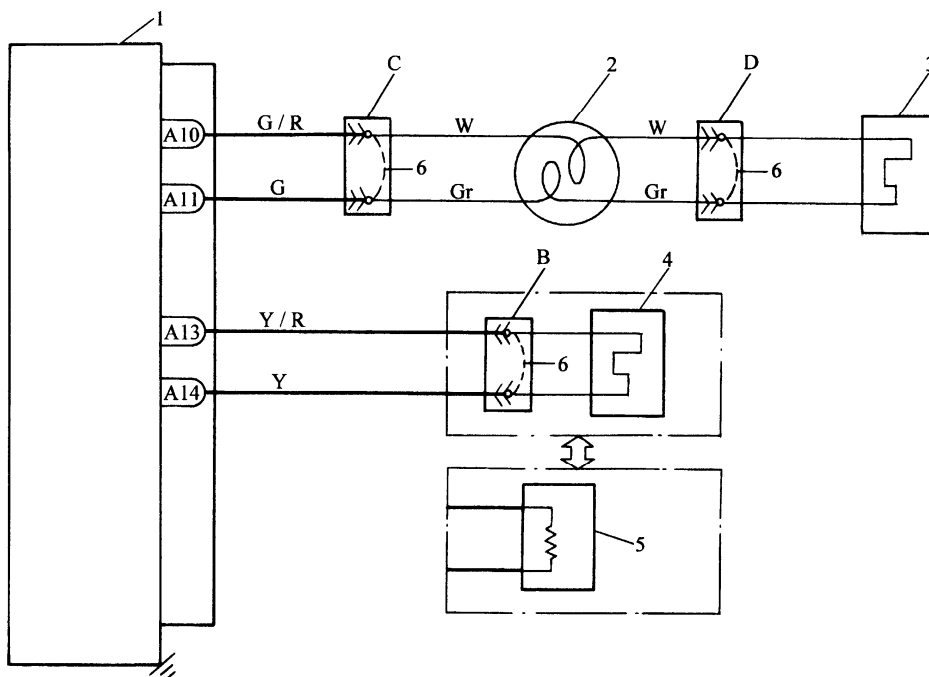
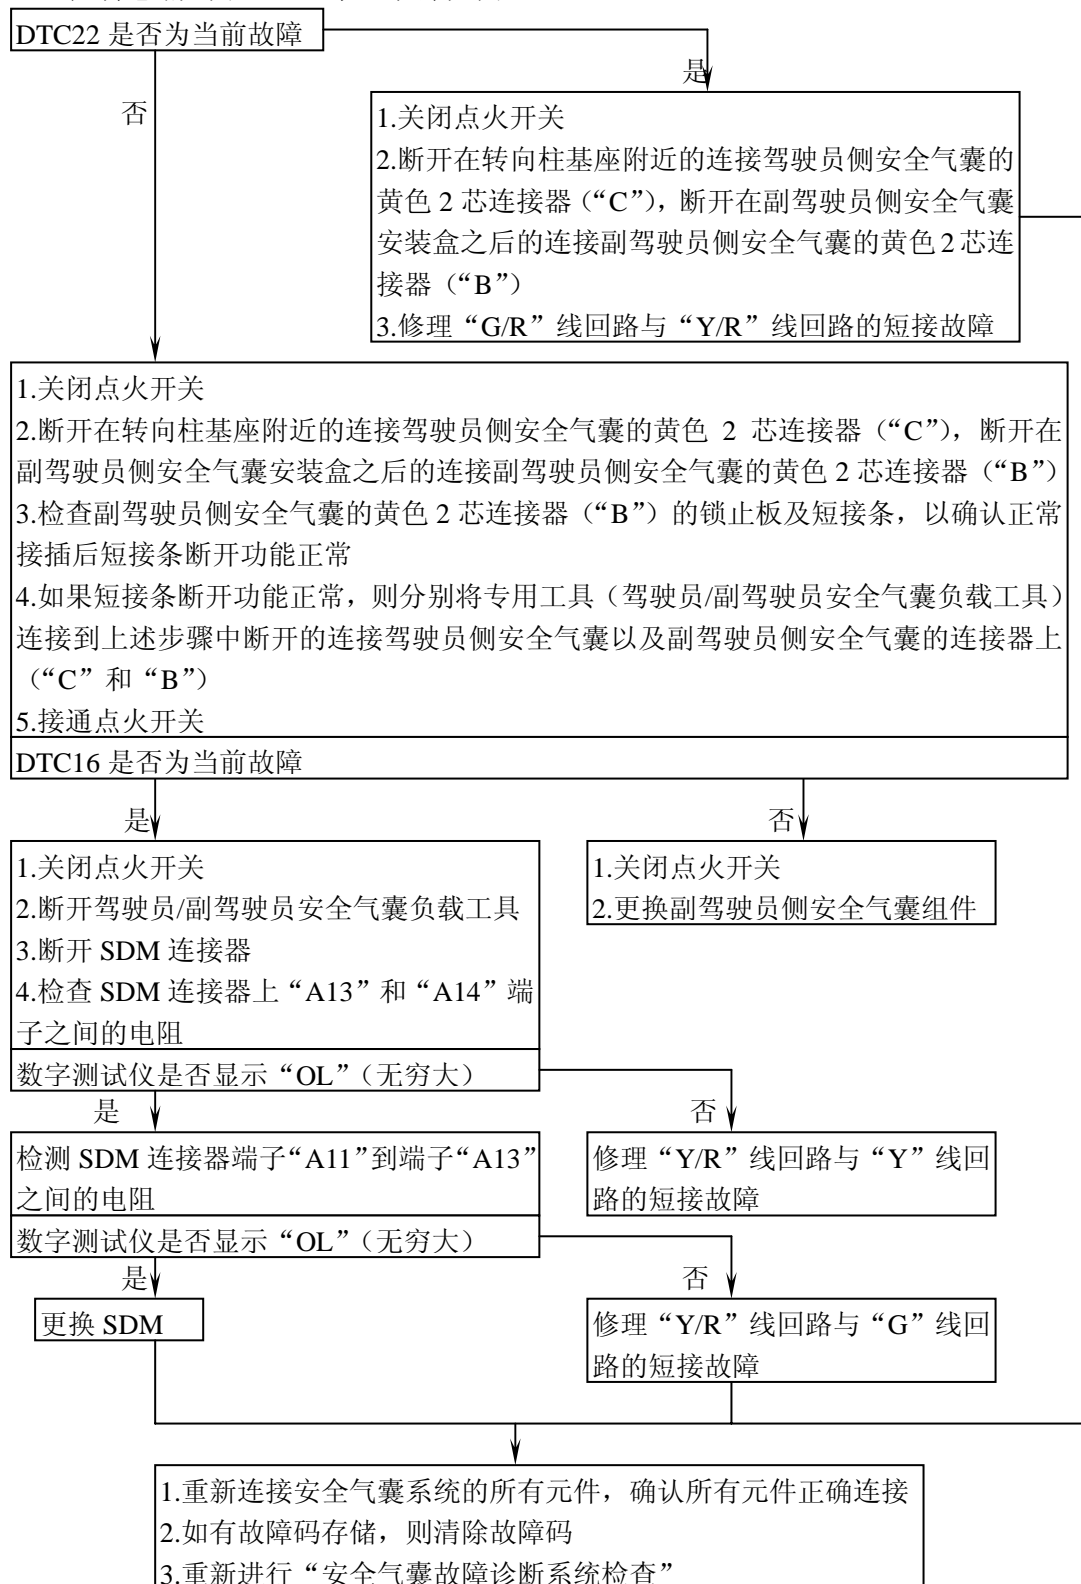
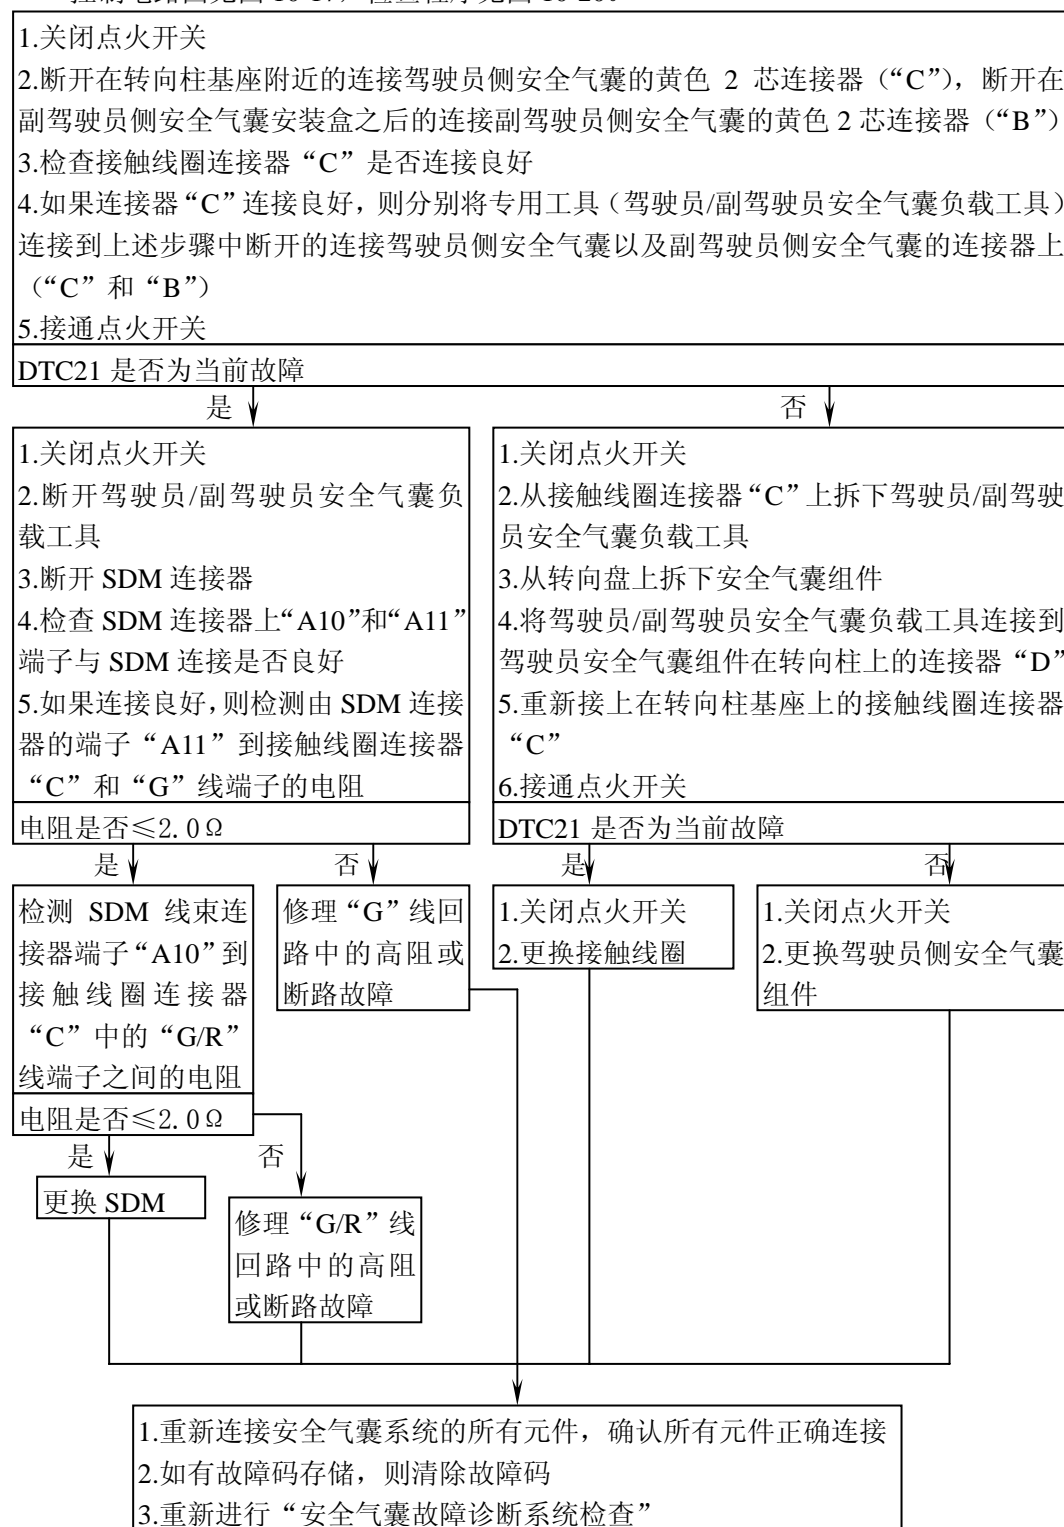
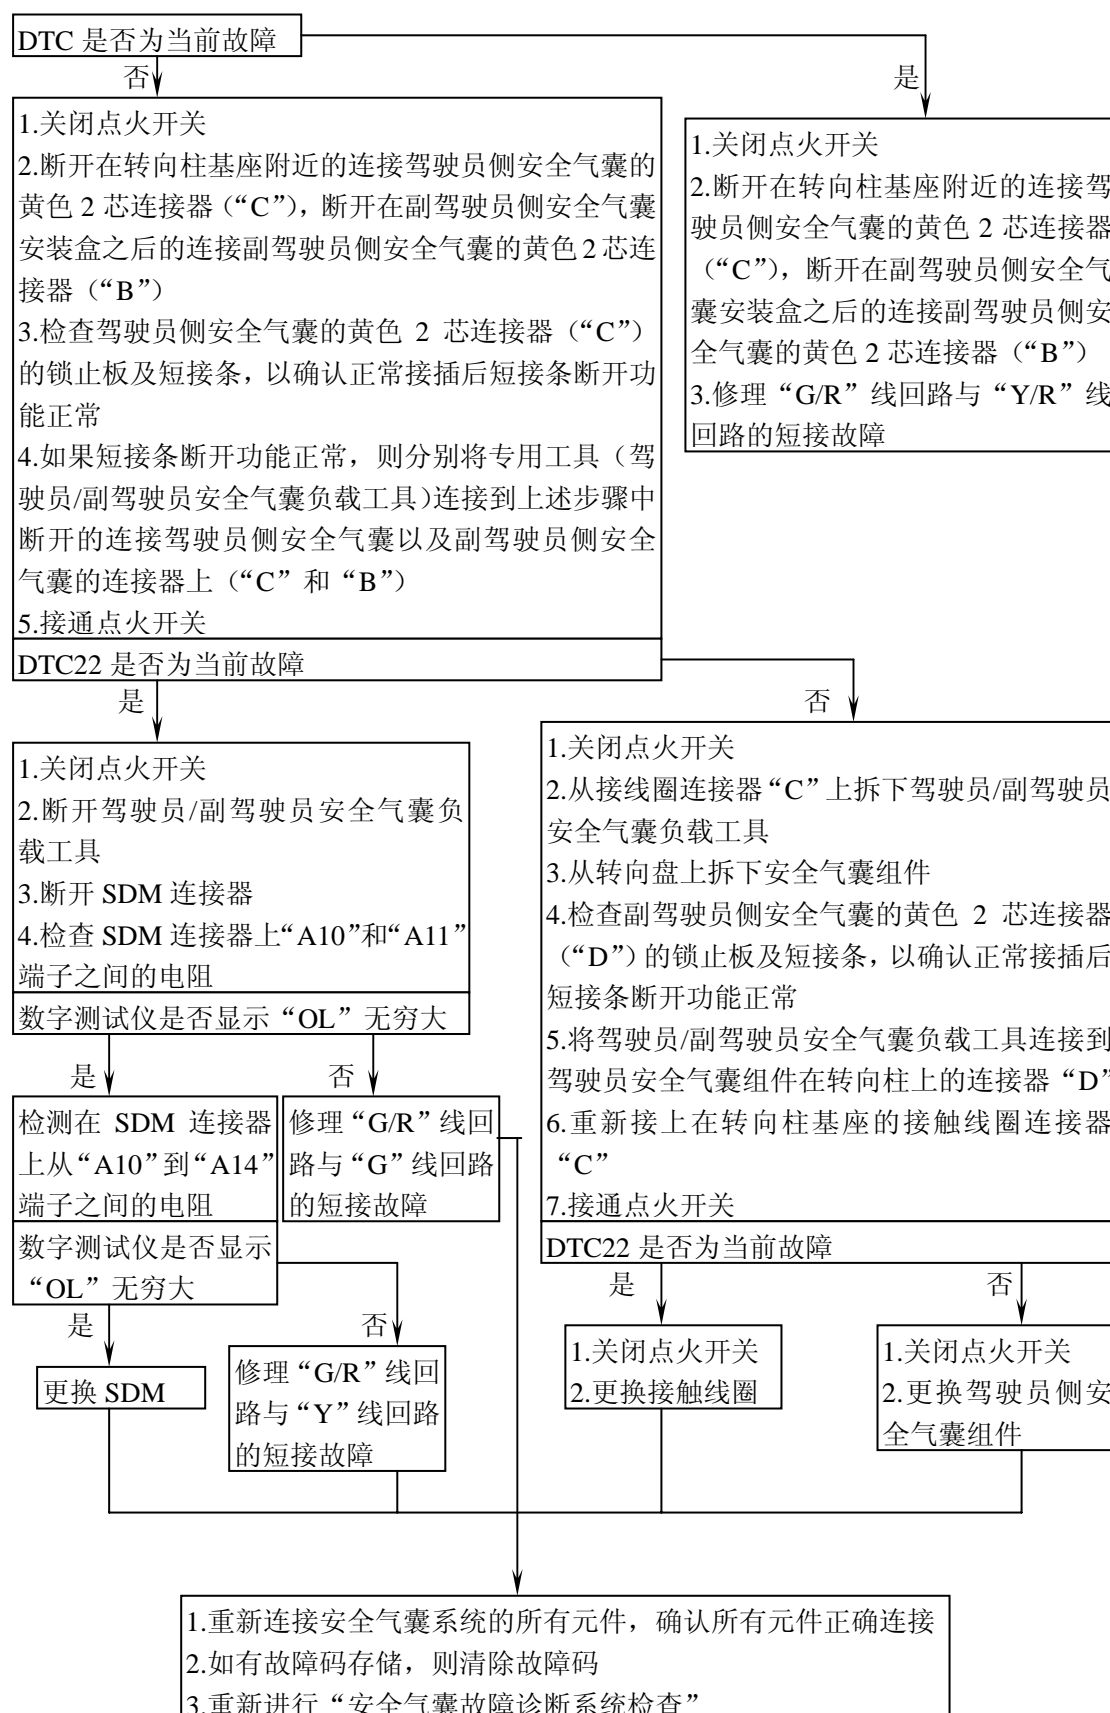

图 10-17 安全气囊控制电路
图 10-19 副驾驶侧触发回路电阻过低的检查
图 10-20 驾驶员侧触发回路电阻过高的检查
图 10-21 驾驶员侧触发回路电阻过低的检查
(1) 安全气囊控制电路见图 10-17。
控制电路见图 10-17，检查程序见图 10-19。
控制电路图见图 10-17，检查程序见图 10-20。
控制电路图见图 10-17，检查程序见图 10-21。